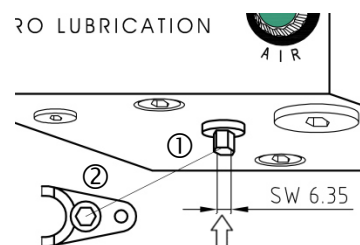

Fig. 8 : vis de purge ① sur la face inférieure du bloc de dosage – outil ② à six pans creux
- 5.2.2 Ouvrir la vis de purge (fig. 8 ①) sur la face inférieure du bloc de dosage d'env. 2 tours avec l'outil de réglage (fig. 8 ② ouverture de 6,35) et vidanger le lubrifiant jusqu'à ce qu'il s'écoule sans former de bulles d'air (durée env. 5 secondes) ; refermer ensuite complètement. Pour rincer le système hydraulique ou vider le réservoir, la vis de purge peut être complètement dévissée.